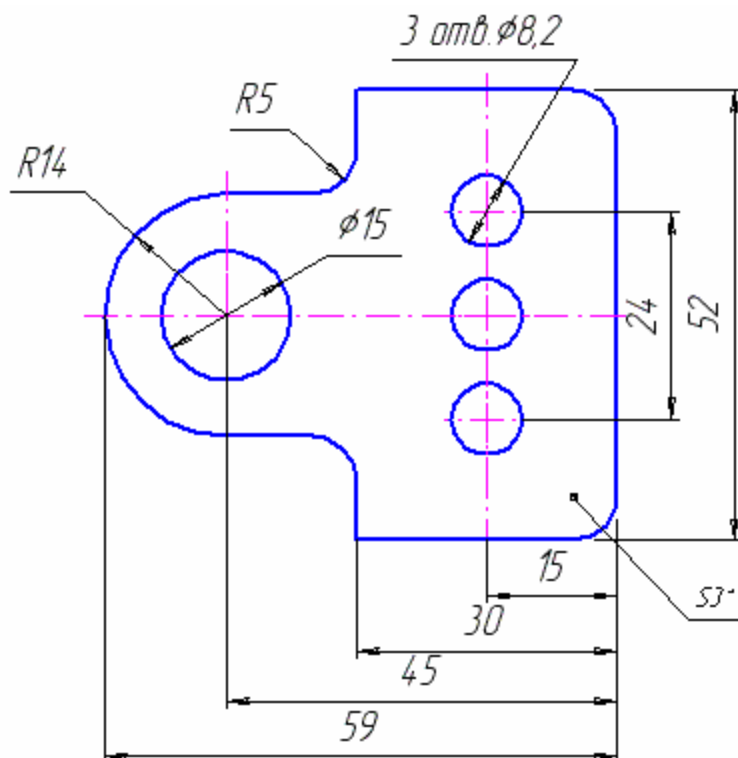

Рис. 3.1. Чертеж подвески
1. Построение детали подвески по заданным размерам с использованием сопряжений (рис. 3.1)